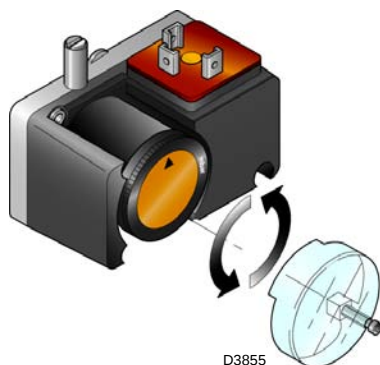

Abb. 25
- Den Gas-Minimaldruckwächter auf den Skalenanfangswert (Abb. 25) einstellen.